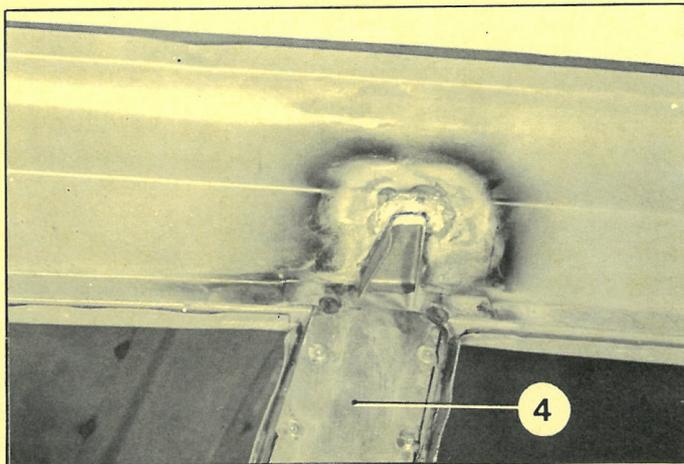

Fig. 12
12. Repérer sur la rallonge de custode, la position du pied milieu et de son renfort (4) (fig. 12).